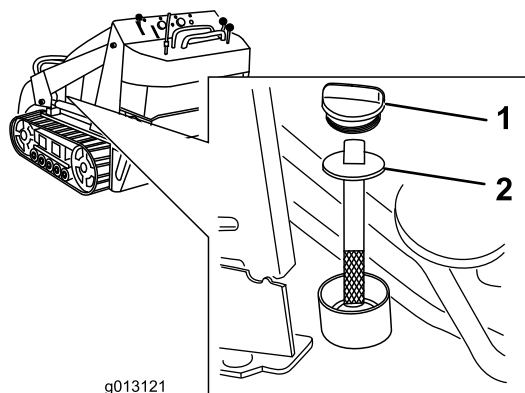

Рисунок 63
5. Снимите крышку гидравлического бака и извлеките масломерный щуп (Рисунок 63).